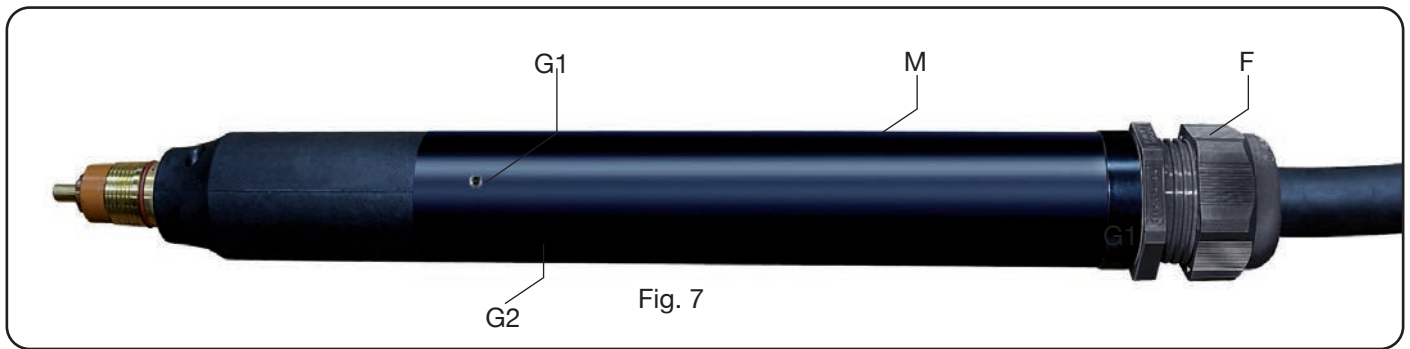

Fig. 7
- Desenroscar el prensaestopa **F** de Fig. 7;
- Quitar el prensaestopa **F** de Fig. 7.